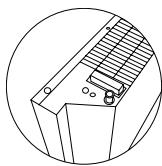

Fig. 4
Folosind șasiul (furnizat separat), după studierea anterioară a schemelor de montare (Fig. 4), instalați dispozitivul pe podea:
1. Înțoarceți cu atenție convectorul cu partea de jos în sus (Fig. 4).